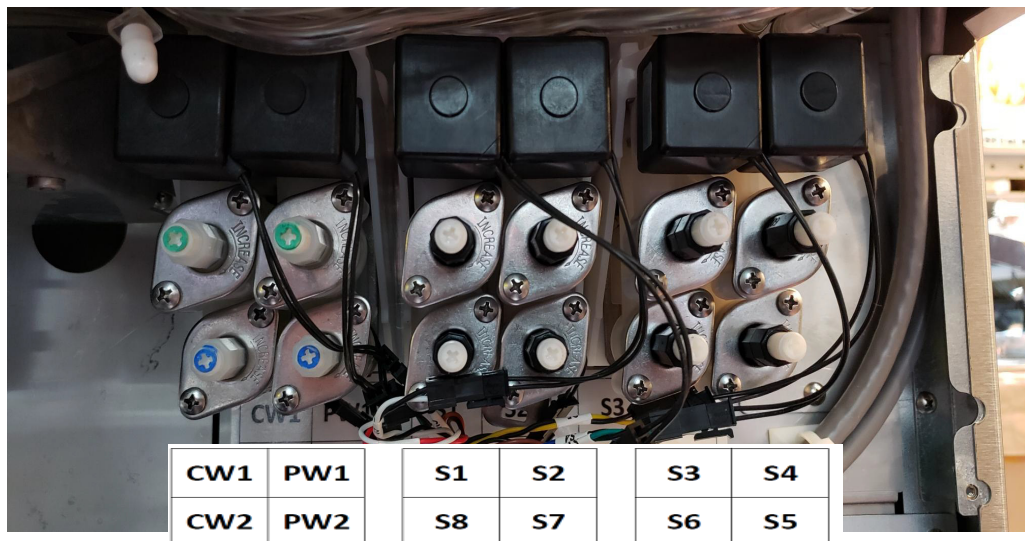

Figure 65 Vorderansicht, Ventil
3. Stellen Sie den Durchflussregler nach Bedarf ein. Siehe Abbildung 65 für die Position der Einstellschrauben am Ventil.